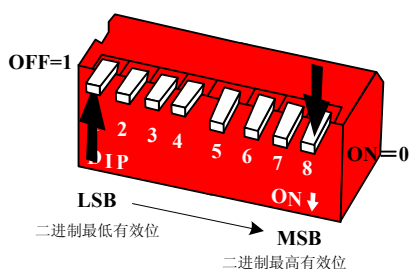

图3.3.5 拨码状态与站地址2进制数值对应关系
- 8位拨码开关用来设置DP从站地址。每位拨码的开关状态指代不同的二进制数值（ON表示0，OFF表示1），1~8位拨码组成的8位二进制数对应的十进制数值就是LM3401的DP从站地址。如图3.3.5所示，设定从站地址为20（十进制）。